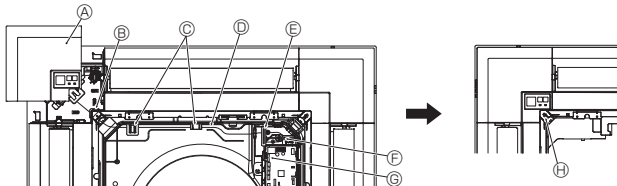

Fig. 9-9
9.4.5. การติดตั้งตัวรับสัญญาณ (Fig. 9-9)